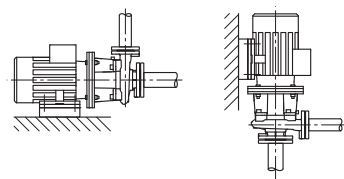

Fig. 41: Ejecución BL
- Las bombas monobloc de la serie BL se han de montar sobre un número suficiente de cimientos o soportes (Fig. 41). En bombas del tipo BL se precisa instalar un apoyo para el motor a partir de una potencia de motor de 18,5 kW, véanse los ejemplos de montaje BL (Fig. 42).